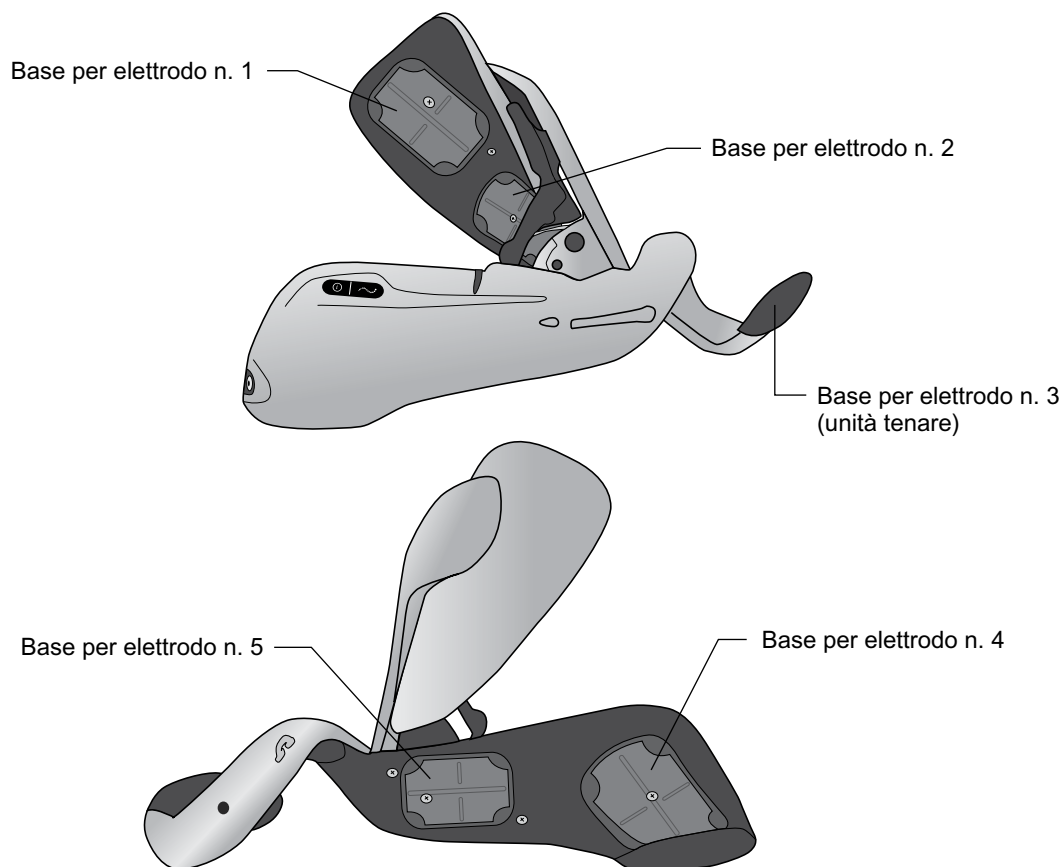

Figura 6-19 - Basi per gli elettrodi 1-5
4. Abbinare ciascun elettrodo in tessuto alla rispettiva base (Figura 6-19).